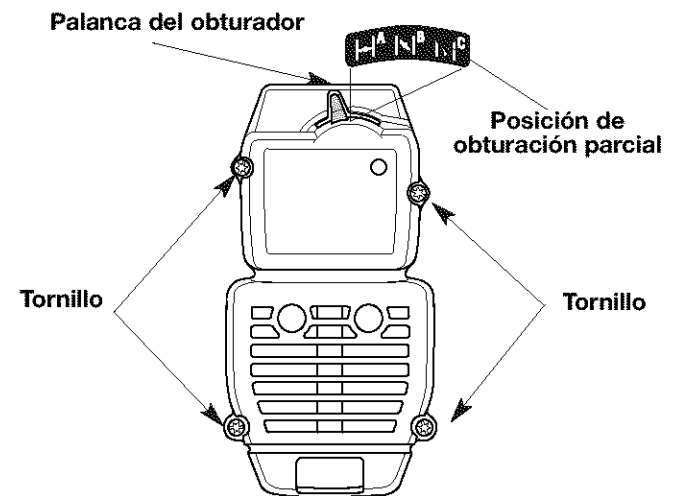

Fig. 13
NOTA: La palanca del obturador debe estar en la posición de obturación parcial (**PARTIAL**) (**B**) (Fig. 13) para retirar la cubierta del filtro de aire / silenciador.
2. Saque los cuatro (4) tornillos que sostienen la cubierta del filtro de aire / silenciador (Fig. 13). Use un destornillador de vástago plano o un destornillador de broca T-20.
NOTA: La palanca del obturador debe estar en la posición de obturación parcial (**PARTIAL**) (**B**) (Fig. 13) para instalar la cubierta del filtro de aire / silenciador.
2. Inserte los cuatro (4) tornillos en los orificios de la cubierta del filtro de aire / silenciador (Fig. 13) y ajústelos. No los ajuste demasiado.